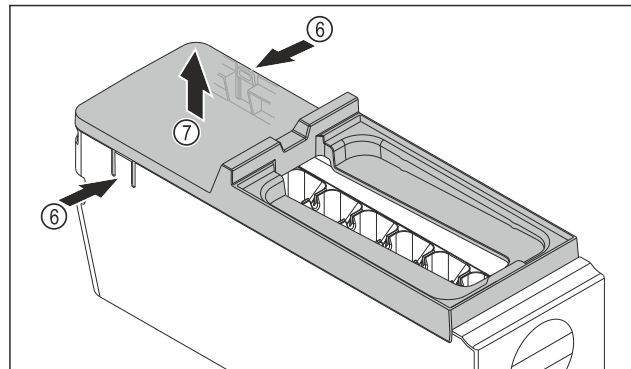

Fig. 198
- Rimuovere la copertura del corpo dell'EasyTwist-Ice: Con una mano, premere le linguette Fig. 198 (6) su entrambi i lati del corpo dell'EasyTwist-Ice.
- Con l'altra mano, estrarre verso l'alto la copertura Fig. 198 (7).